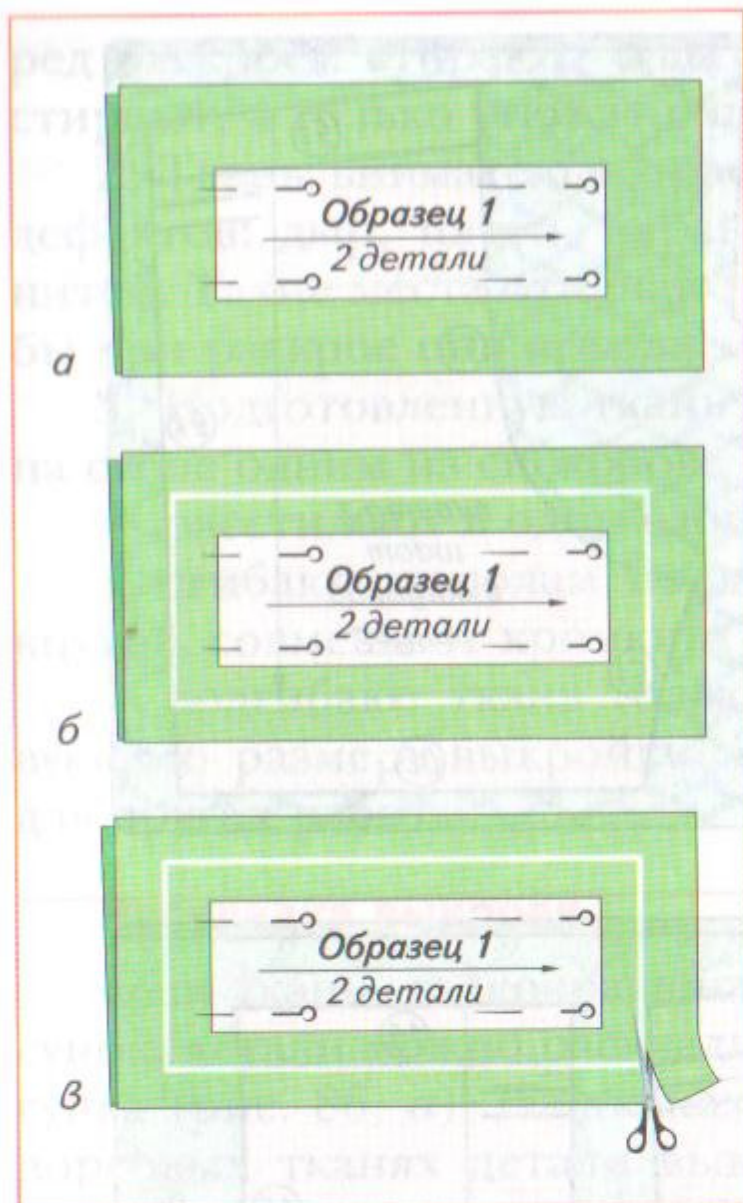

Рис. 87 Операции раскроя:
Детали выкроек прикрепляют к ткани булавками (рис. 87, а): сначала прикалывают к ткани уголки выкроек, затем — края деталей по припускам на швы, располагая булавки по линии швов. Расстояние между булавками — около 7–8 см.
2. Сделать это по всему контуру выкройки (рис. 87, б).
вие опиралось на стол (рис. 87, в).